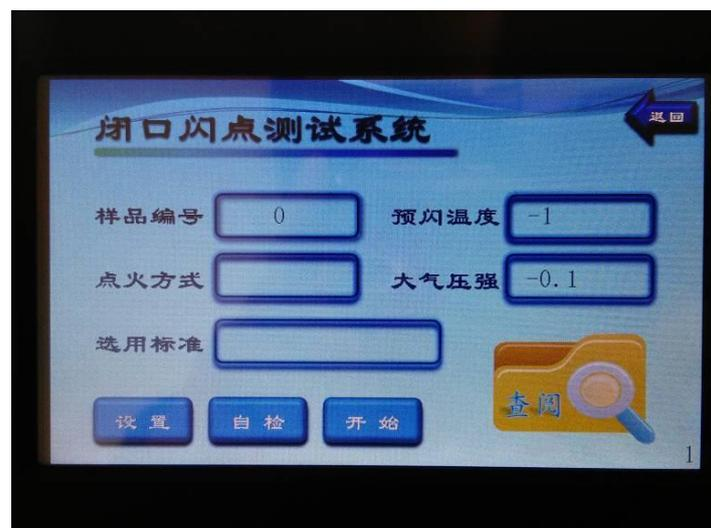
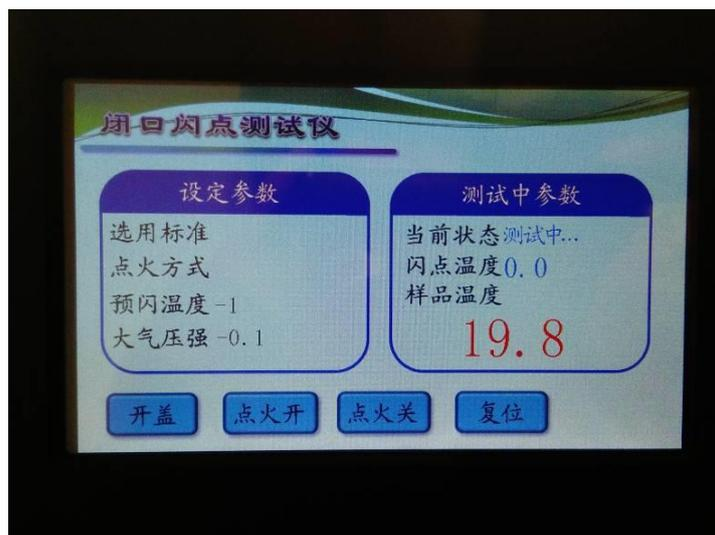

图 3
图 5
- (2) 按进入系统(PLAY)键，屏幕显示画面；见图 3
(4) 将试验油样装入清洗后的油杯至规定刻度处，放入加热浴套内，再按（降臂）键，降臂下降到下限位时自动停止。
(5) 根据要求在图 3 依次输入预闪温度、油号、气压、标准等参数；
(6) 点火方式为：电点火。
(8) 在系统界面下按（开始）键，进入实验开始，见图 5：